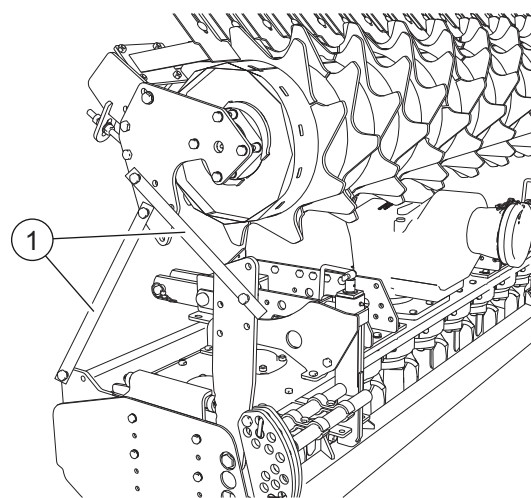
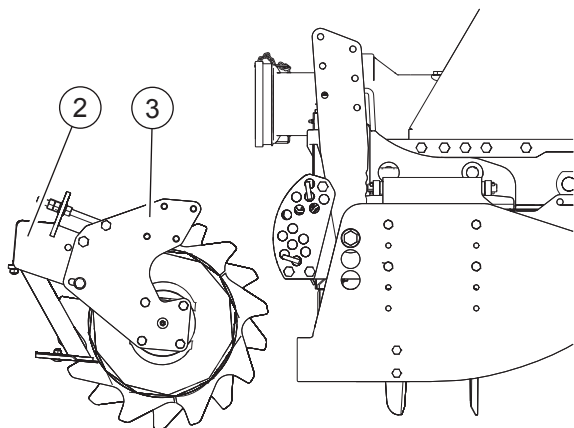

FIG. 9
FIG. 10
La máquina puede ser enviada con el rodillo desmontado de sus soportes y montado sobre soportes de hierro (1, "Fig. 9") situados en la máquina.
- Desenroscar los tornillos que fijan los soportes (1, “Fig. 9”) al rodillo.
- Bloquear la roteación de la barra porta-rascadores (1).
- Apoyar el rodillo en el suelo con las placas de soporte (2, “Fig. 10”) ya direccionadas en posición de motaje.